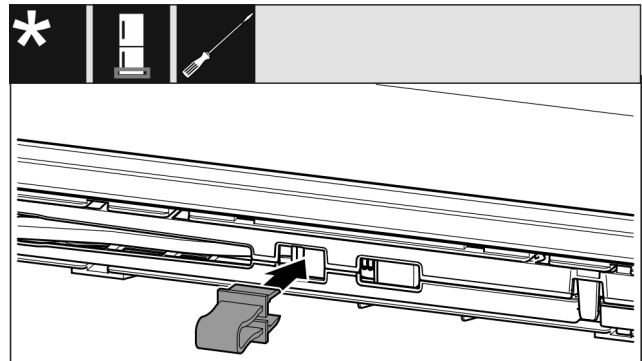

Fig. 14
- ▶ Pattintsa be a biztosítékot a nyílásba Fig. 14 ().